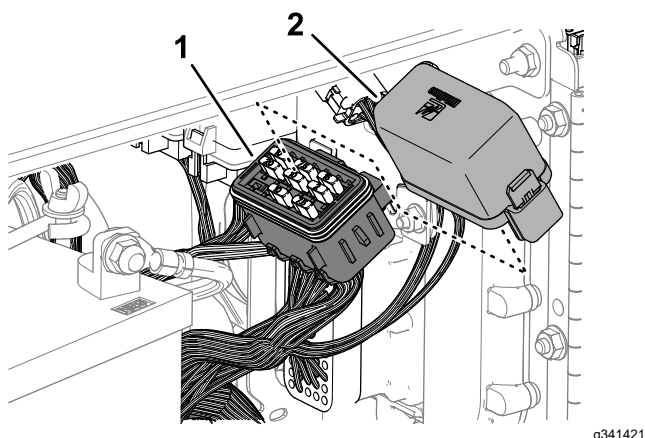

Figura 161
2. Retire a cobertura da caixa de fusíveis (Figura 161).